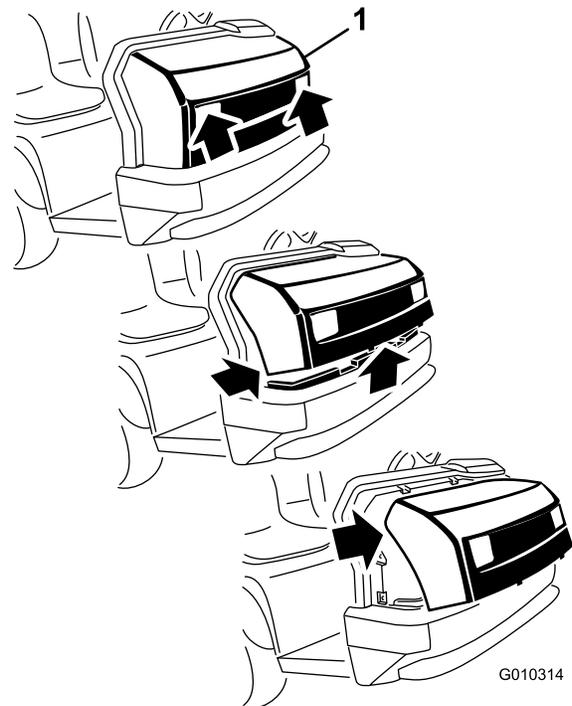

Bild 47
1. Fassen Sie die Motorhaube in den Scheinwerferöffnungen an und heben sie an, um die unteren Befestigungsnasen aus den Rahmenschlitz zu heben (Bild 47).
2. Drehen Sie die Unterseite der Motorhaube nach oben, bis Sie die oberen Befestigungsnasen aus den Rahmenschlitzern ziehen können (Bild 47).
3. Drehen Sie die Oberseite der Motorhaube nach vorne und ziehen Sie die Kabelanschlüsse von den Scheinwerfern ab (Bild 47).
2. Stecken Sie die oberen Befestigungsnasen in die Rahmenschlitzze (Bild 47).
3. Stecken Sie die unteren Befestigungsnasen in die Rahmenschlitzze (Bild 47).